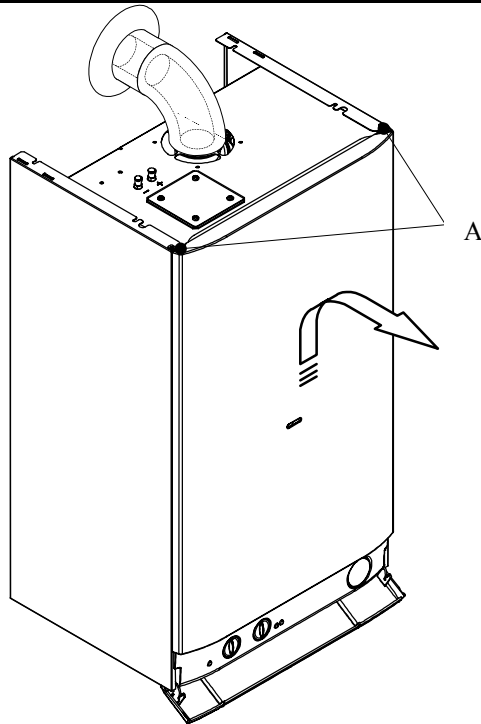

Fig. 8.1
- 1 Loosen the two screws A (Fig. 8.1).
- 1 Ослабьте 2 винта А (рис. 8.1)